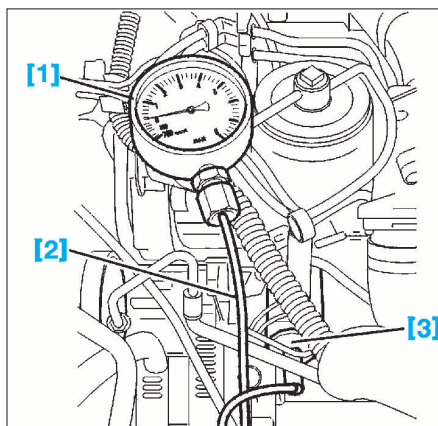

FIG. 38
- Poser l'ensemble des outils [1] - [2] sur l'outil [3] (Fig.38).